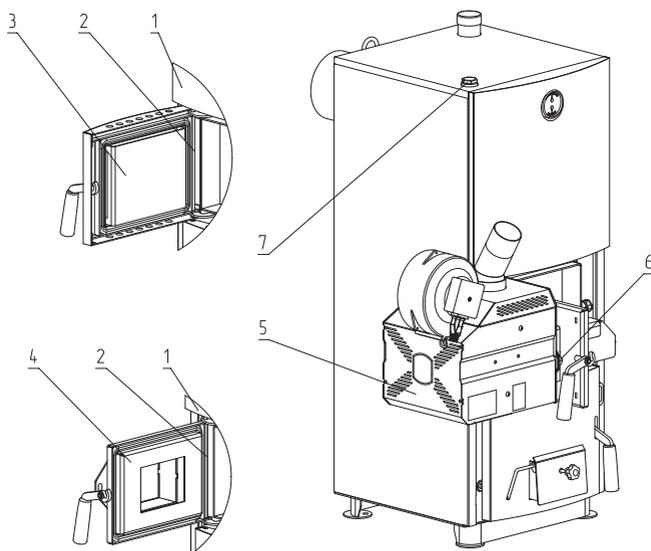

Рис.12 Порядок установки горелки ZOTA «FOX» на твердотопливные котлы ZOTA Mix 20 и ZOTA Mix 31,5
- Снимите панель (Рис.12, поз.1);
- Извлеките ось (Рис.12, поз.2);
- Снимите дверцу загрузочную (Рис.12, поз.3);
- Установите адаптер горелки (Рис.12, поз.4);
- Зафиксируйте его осью (Рис.12, поз.2);
- Установите на место панель (Рис.12, поз.1);
- Установите горелку (Рис.12, поз.5) на котел;
- Зафиксируйте ее гайками (Рис.12, поз.6);
- Для установки гильзы под датчики температуры и перегрева снимите пробку или тягорегулятор (если установлен) и установите гильзу (Рис.12, поз.7) в освободившееся отверстие.